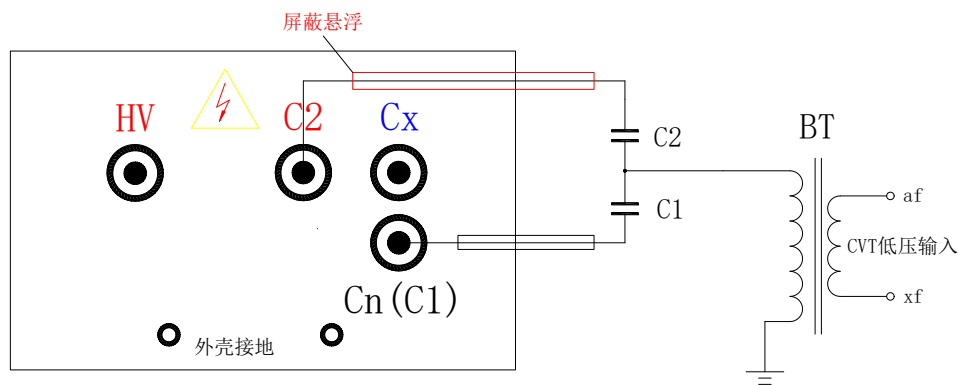

图9 CVT测量方式
- 按接线图 9 接线完毕后，按“启动停止”键。开始测量。测量过程中仪器显示如下画面：